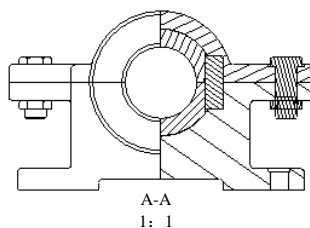

图 3.12.39 创建半剖视图
(4) 单击 确定按钮，此时系统生成图 3.12.39 所示的半剖视图。